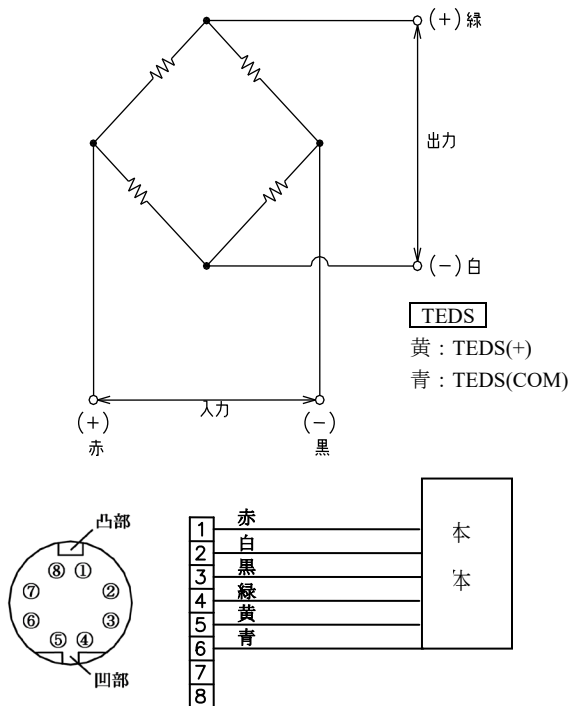

図 7-1 結線図
- 7.1 本製品のコネクタは、図 7-1 のようになっています。